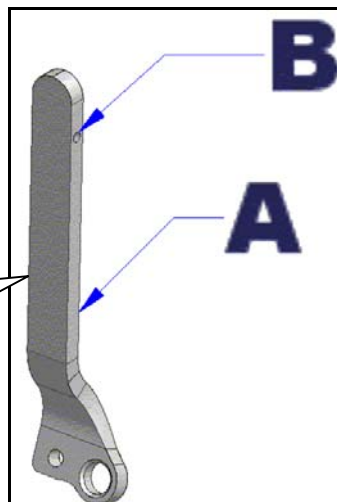

Figure 19 : Installation d'une rallonge fixe.
b) RALLONGE FIXE (voir; figure 19) :
1. Installer les guides d'extension (C) de chaque côté du levier de frein (A) ;
2. Insérer la rallonge (E) sur le levier de frein (A) ;
3. Placer les vis (D) vis-à-vis du trou (B) ;